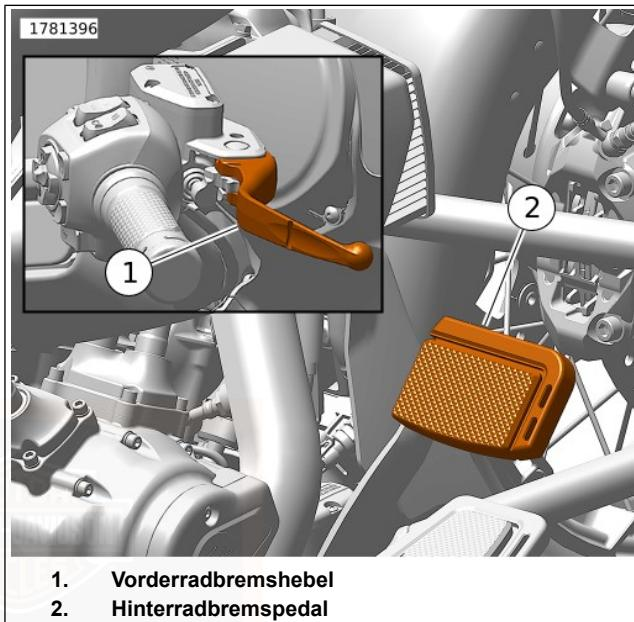

Abbildung 60. Bedienungselemente für Bremsen
Siehe Abbildung 60. Mit dem Vorderradbremshobel (1) wird die Vorderradbremse betätigt. Der Hebel befindet sich am rechten Lenker. Den Handhebel mit den Fingern der rechten Hand betätigen.
Siehe Abbildung 60. Mit dem Hinterradbremspedal (2) wird die Hinterradbremse betätigt. Das Pedal befindet sich auf der rechten Seite. Das Hinterradbremspedal mit dem rechten Fuß betätigen.